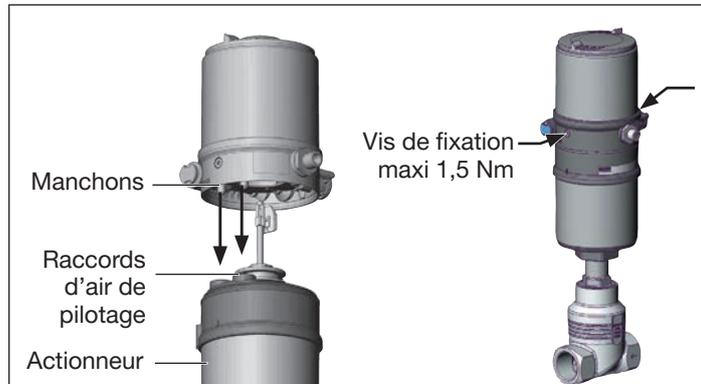

Fig. 7 : Montage du positionneur, séries 2103, 2300 et 2301
2. que les manchons du positionneur entrent dans les raccords d'air de pilotage de l'actionneur (voir également « Fig. 7 »).